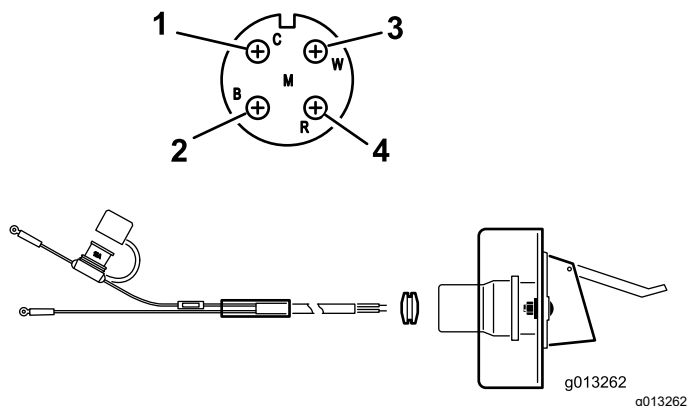

図 11
2. 電気プラグブラケットからバッテリーへ向けて配線・固定する 図 11。
3. ケーブルをソケットブラケットに通し、黒いゴム製ハトメを取り付ける 図 11。